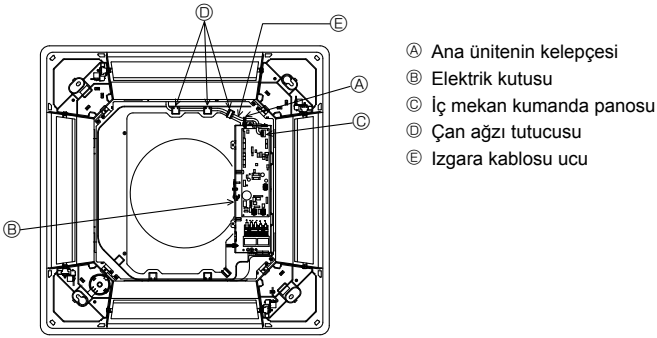

Fig. 5-8
5.4.4. Kablo bağlantısı (Fig. 5-8)